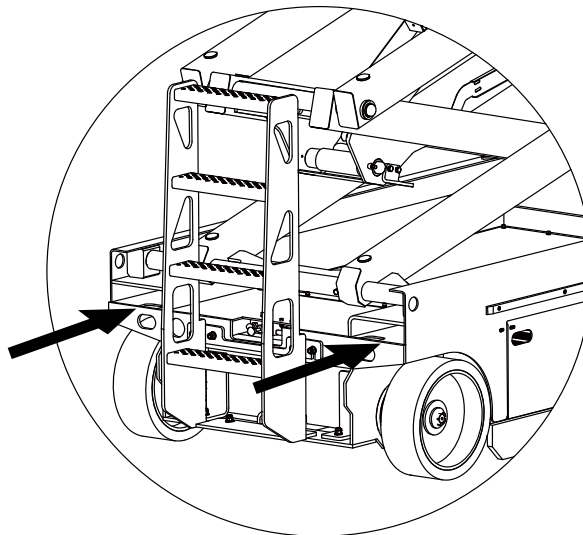

Figura 4-3 Diagrama de la muesca para carretilla
- 3) Use las muescas para carretilla en ambos lados de la escalera, consulte la figura 4-3;